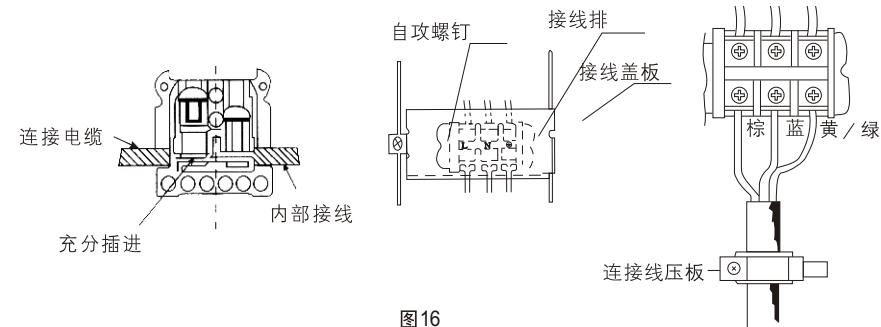

图16
- 连接电缆连接结束后，必须按图16所示装上接线盖板。
(2) 电线连接顺序
- 分别按不同的线色充分插入相应规定的端子孔内并牢牢固定，如图15及图16所示。